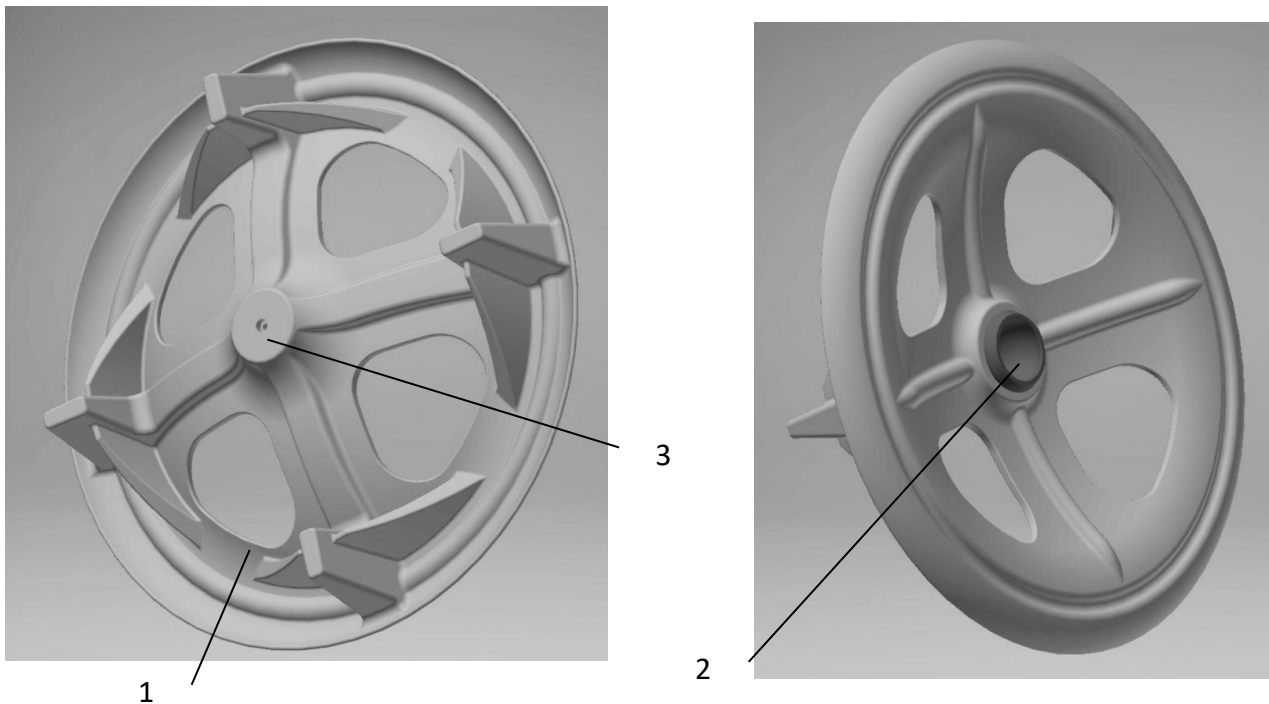

Рис. 1.4 Плита велика А631J.M01.301313.002
1.4.2 Плита опорна (рис. 1.4 – 1.7) призначена для передачі на ґрунт сили віддачі міномета під час пострілу і забезпечення стійкого положення та складається з корпусу плити 1, чашки 2, гвинта кріплення чашки 3.